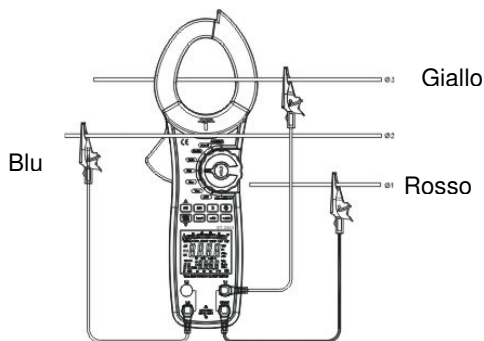

Figura 15
- Quando si fa una misurazione trifase su tre conduttori, mantenere premuto SEL per 5 secondi e sul visore appare **303W**, premere di nuovo SEL per 5 secondi per abbandonare la modalità di misura dei 3 conduttori, collegare il misuratore come indicato nella figura 15.